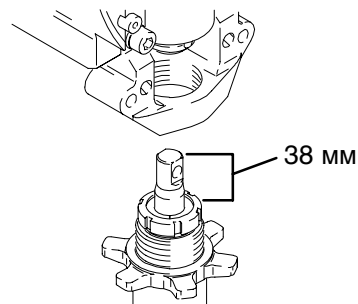

Рис. 20
1. См. Рис. 20. Вытяните шток поршня на 38 мм. Винтите насос так, чтобы отверстия в крестовине подшипника и в штоке поршня совпали.